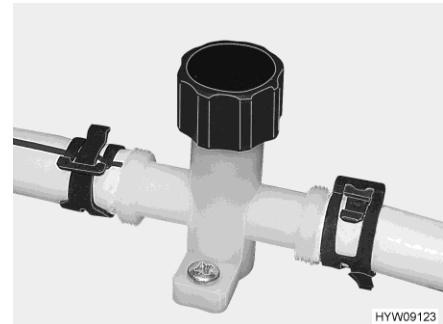

Fig. 151 Rubinetto di scarico (tubatura dell'acqua)
- Chiudere i rubinetti di scarico (Fig. 152 e Fig. 151). Chiudere i coperchi in senso orario oppure posizionare la leva a bilanciere in posizione orizzontale. L'ubicazione delle valvole di sicurezza/di scarico e dei rubinetti di scarico è riportata al paragrafo 10.6, alla fine di questo capitolo.